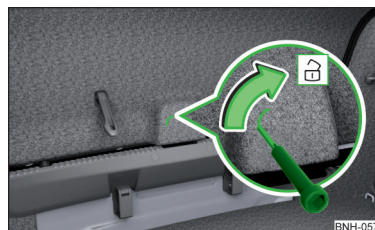

Abb. 258
- › In die Aussparung in der Klappenverkleidung » Abb. 258 einen Schraubendreher oder ein ähnliches Werkzeug bis zum Anschlag einführen.